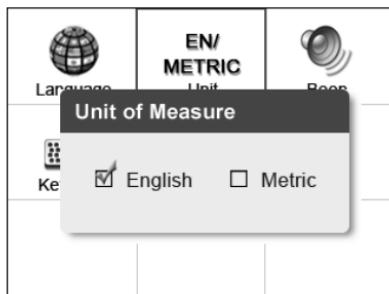

Figura 3.4
- 2) Desde la pantalla de **Unidad de Medida**, use el botón de desplazamiento **IZQUIERDO/DERECHO** para seleccionar la unidad de medida deseada. (Figura 3.4)